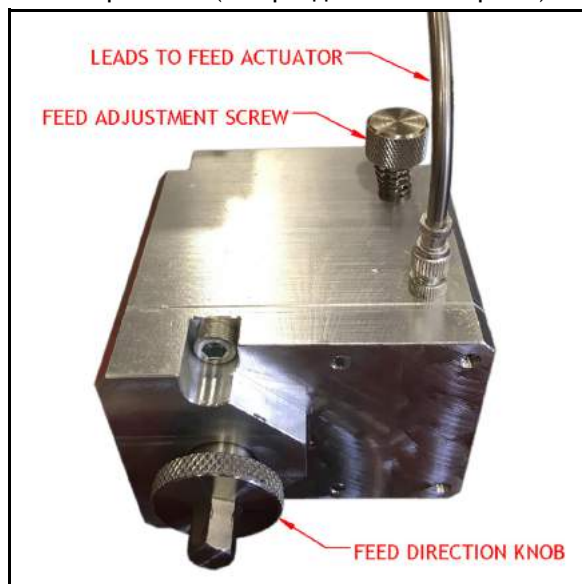

Рисунок 4-4. Винт регулировки подачи и переключатель направления подачи
6. Установите переключателем направления подачи (изображен на рис. 4-4 на стр. 26) нужное направление подачи.
1. Опустите включатели подачи (см. рис. 4-4).